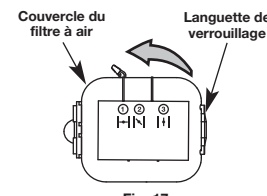

Fig. 17
1. Pour ouvrir le couvercle du filtre à air, poussez la languette de verrouillage du côté droit du couvercle vers l'intérieur, puis tirez légèrement sur le couvercle du filtre vers la gauche (Fig. 17).